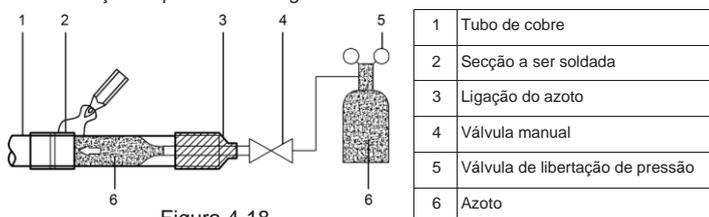

Figura 4-18
- Quando o tubo é cheio com azoto durante o processo de soldagem, o azoto deve ser reduzido para 0,02 MPa através da válvula de libertação de pressão. Ver Figura 4-18.